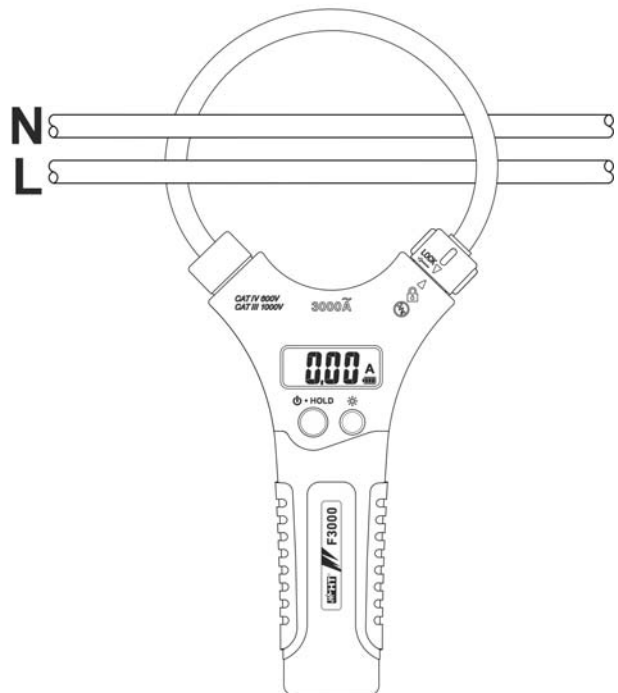

Fig. 3: Uso della pinza per misura di corrente AC
2. Aprire il toroide ed inserire il cavo di fase al centro del medesimo (vedere Fig. 3). Il valore della corrente è mostrato a display